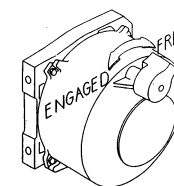

Figure 14
Soulevez la manette d'embrayage en position "Libre" de la manière indiquée à la Figure 14. S'il y a une charge sur le câble, il est possible qu'il soit difficile de déplacer la manette d'embrayage. **NE FORCEZ PAS LA MANETTE D'EMBRAYAGE.** Relâchez la tension du câble en le remuant un peu pour sortir un peu de câble. Désembrayez l'embrayage, déroulez le câble en tirant et attachez-le à l'ancre ou à la charge. Vérifiez qu'il reste un minimum de cinq (5) tours de câble sur le tambour. Engagez à nouveau le tambour en remettant la manette d'embrayage en position "engagée" (Fig. 14).